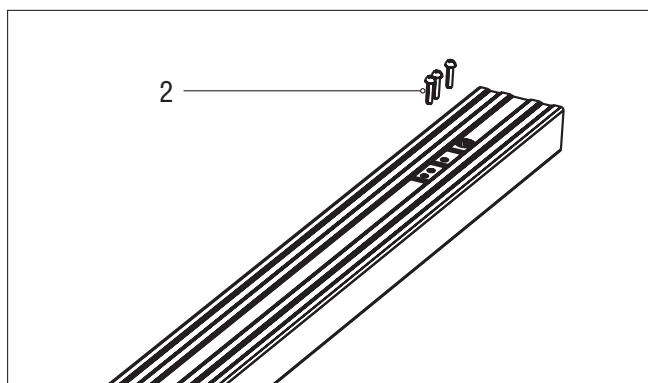

Рисунок 2
3. Открепите винты держателя звездочки поз. 2 (рисунок 2).